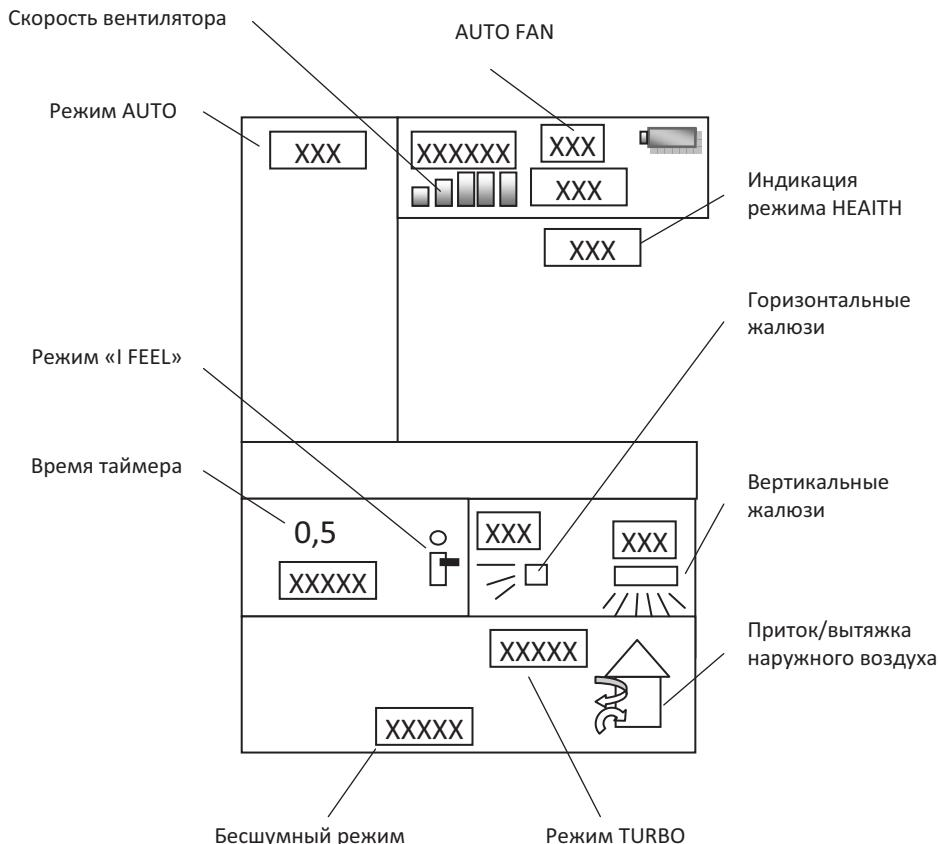

Рис. 5.4
- Кнопкой MODE (рис. 5.3) выберите автоматический режим работы. На ЖК-дисплее высветится символ в зоне индикации согласно рис. 5.4.